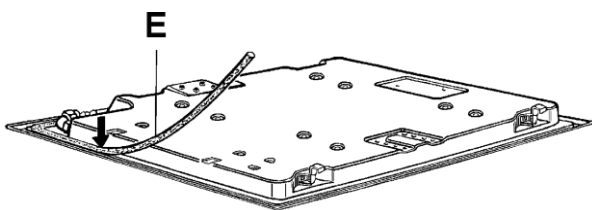

FIG. 9
- Invertir la parrilla y colocar correctamente la junta de estanqueidad "E" (fig. 9) bajo el borde de la parrilla, de manera que el lado externo de la junta de estanqueidad encaje perfectamente con el borde periférico externo de la parrilla. Las extremidades de las tiras tienen que encajar sin solaparse.